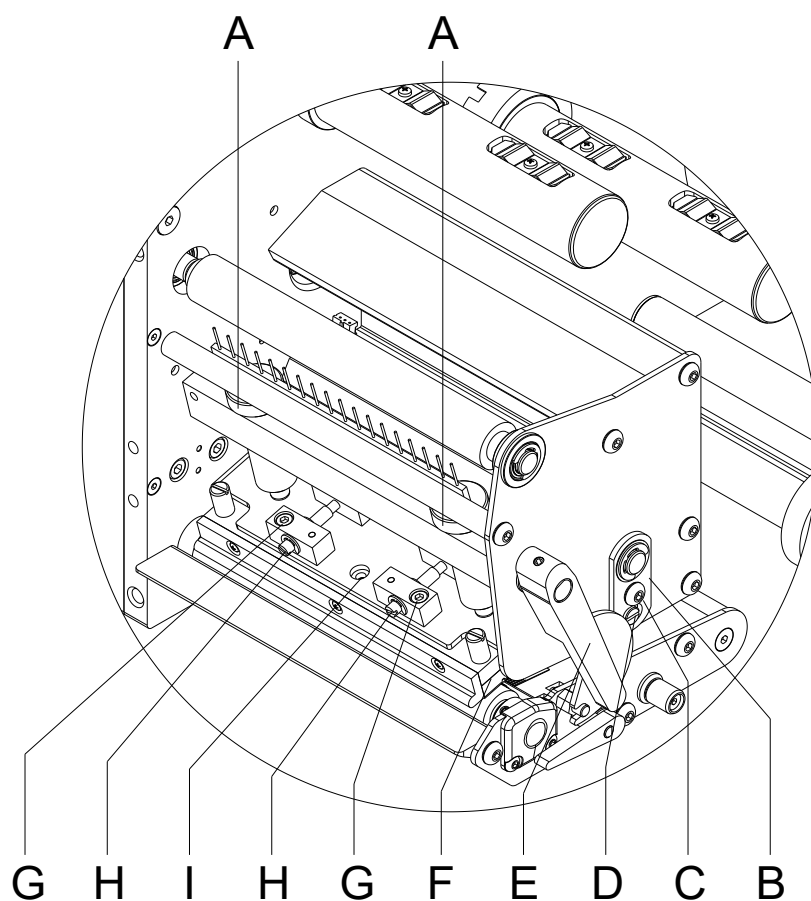

Figure 18
Après avoir régler le parallélisme s'il n'y a pas de pression régulière sur la largeur d'impression complète on peut cela régler à l'aide d'une plaque réglage (B, Figure 18).
1. Desserrer la vis (C, Figure 18) avec un tournevis environ ¼ tours.
2. Tourner l'axe excentrique (D, Figure 18) pour régler la pression et ajuster la tête d'impression jusqu'à l'impression test est correcte et a une bonne qualité.
3. Serrer encore la vis (C, Figure 18).
La pression de la tête d'impression peut être modifiée avec les vis (A, Figure 18) à l'intérieur et/ou à l'extérieur. Une augmentation de la pression de tête conduit sur la partie correspondante à une amélioration du noircissement de l'impression et à un déplacement de passage de film transfert dans le sens correspondant.
1. Tourner les vis (A, Figure 18) pour modifier la pression de la tête d'impression.
2. Tourner les vis (A, Figure 18) en sens des aiguilles d'une montre jusqu'à la fin ça résulte en une augmentation de la pression de 10N à l'égard du réglage d'usine.
3. Tourner les vis (A, Figure 18) exactement une rotation de la fin droite en sens inverse des aiguilles d'une montre cela résulte au réglage d'usine.